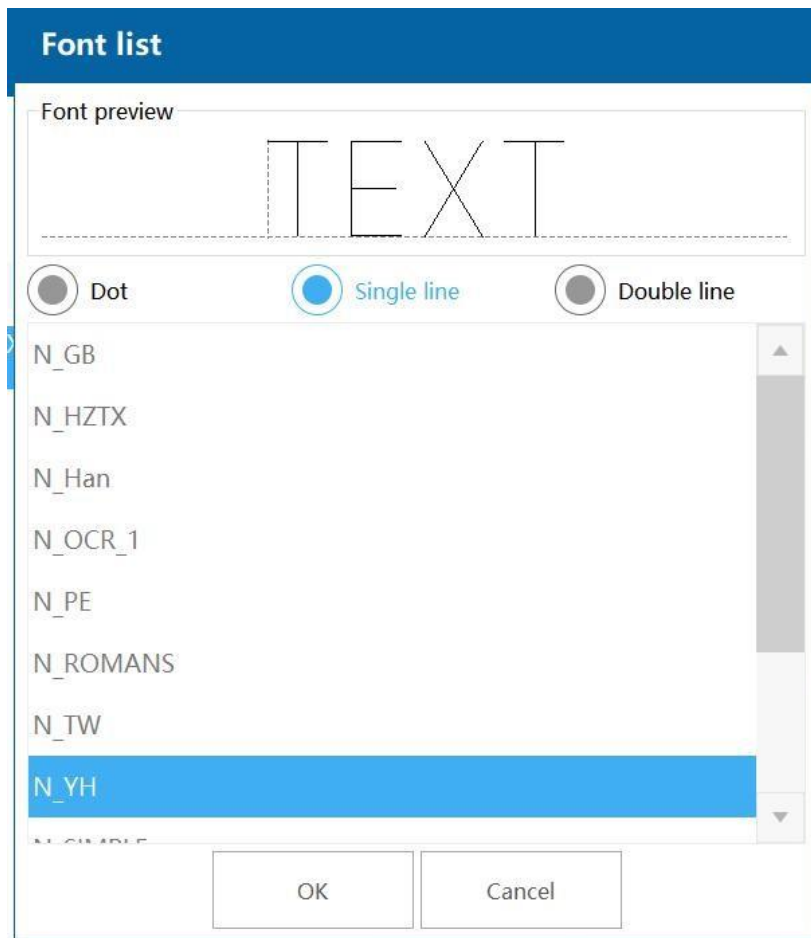

Figura 2-4
**Fonte:** Selecione a fonte do texto, fonte matriz de pontos opcional, fonte de linha única ou fonte de linha dupla, como mostrado na figura 2-4.